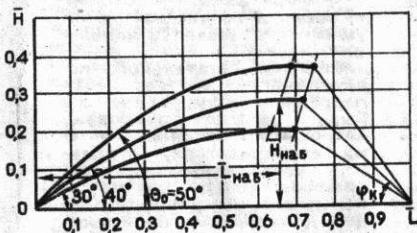

Рис. 6. Траектории механизированного набора высоты при различных начальных углах подъема  $\theta_0$ .
Как видим из (31) и (32), траектория набора определяется только начальным углом подъема  $\theta_0$  и для нескольких значений последнего изображена на рис. 6 \*\*. Из этого рисунка видно, что набор высоты происходит с постепенным уменьшением угла подъема вплоть до выхода планера в нормальный угол планирования, когда и производится отцепка.